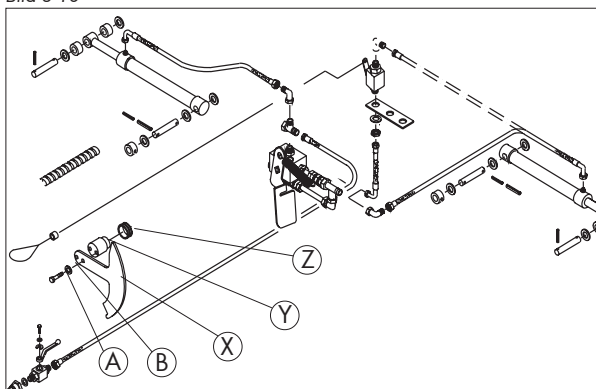

Bild 3-11
Steuersegment (X) mit Distanzstück (Y) und Dicht-ring (Z) mittels Schrauben (A) und Scheiben (B) montieren (Bild 3-11).
Bei der Option 2-Einzelschwaden Hydraulikan-schluß für den Lenkzylinder siehe Bild 3-11 a montieren.